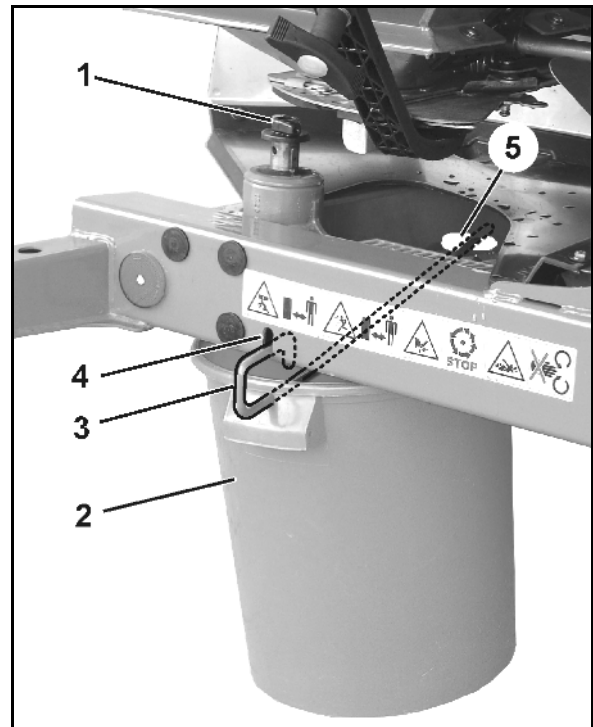

Fig. 66
- 2.1 Flügelschraube (Fig. 66/1) zur Befestigung der Streuscheibe heraus-schrauben und Streuscheibe von Getriebe-welle abziehen.
3. Auffangbehälter (Fig. 66/2) mittels Bügel (Fig. 66/3) in die Aufnahmen (Fig. 66/4 und Fig. 66/5) am Rahmen einhängen.